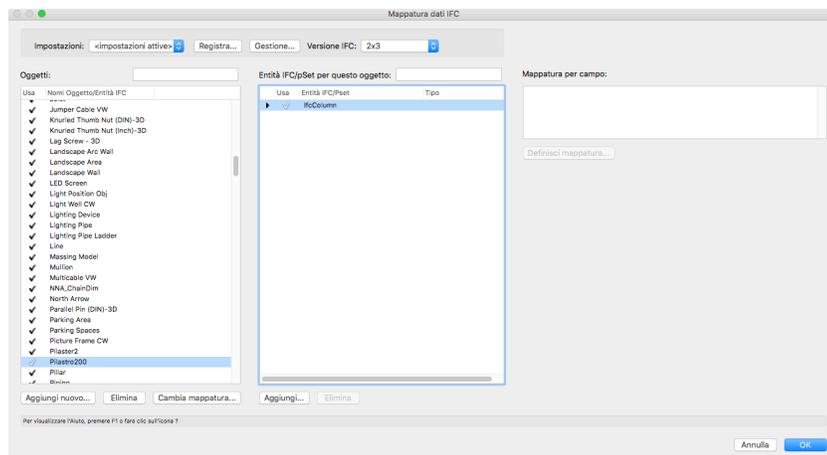

FIGURA 17
3. Dopo aver definito il tag IFC appropriato, fare clic su **OK** per far comparire nel pannello centrale il set dati corrispondente, sotto **Entità IFC/pSet per questo oggetto (FIGURA 17)**. Questo sarà il tag IFC standard per ogni simbolo od oggetto che ha un nome che corrisponde a quello aggiunto alla lista degli oggetti.